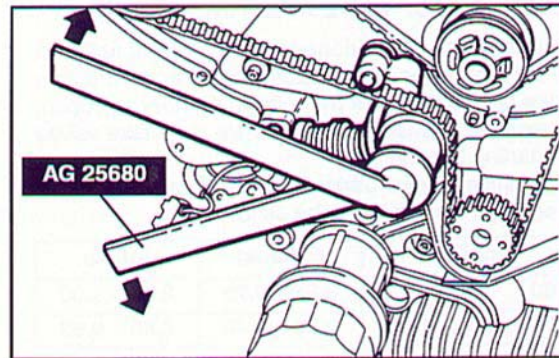

Fig. 296 ▲
- utilizzando l'attrezzo AG 25680, far ruotare il galoppino mobile eccentrico in senso antiorario (Fig. 296), fino a che la distanza fra il piattello di battuta della molla e il piano di riscontro del puntale risulti pari a $28 \pm 28,5$ mm, quindi serrare la vite di fissaggio del galoppino e far compiere due giri completi all'albero motore, fermandosi con il cilindro n° 1 al PMS;
- using tool AG 25680, rotate the movable eccentric pulley support anti-clockwise (Fig. 296) until the distance between the abutment plate of the spring and the rod surface plate is $28 - 28.5$ mm, lock the pulley support securing screw and make the crankshaft perform two full turns and bring cylinder no. 1 back to TDC;